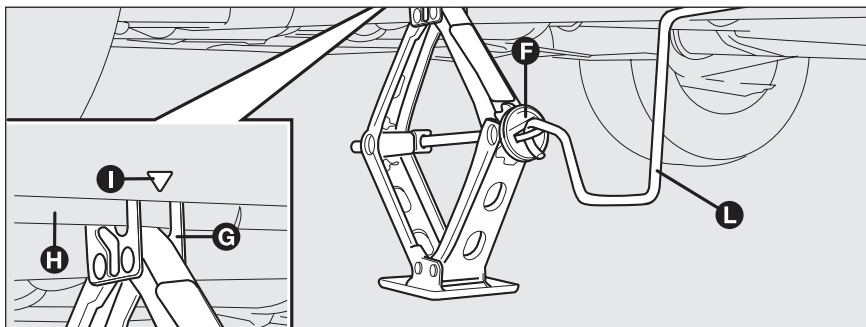

fig. 13
- ❑ azionare il dispositivo **F**- **fig. 13** in modo da distendere il cric, sin quando la scanalatura **G** sulla parte superiore del cric si inserisce correttamente sul profilo inferiore **H** ricavato sulla scocca in corrispondenza dell'indicazione **I** (a circa 60 cm dal centro ruota anteriore oppure 80 cm dal centro ruota posteriore);
- ❑ inserire la manovella **L**- **fig. 13** per permettere l'azionamento del cric e sollevare la vettura, sino a quando la ruota si alza da terra di alcuni centimetri;